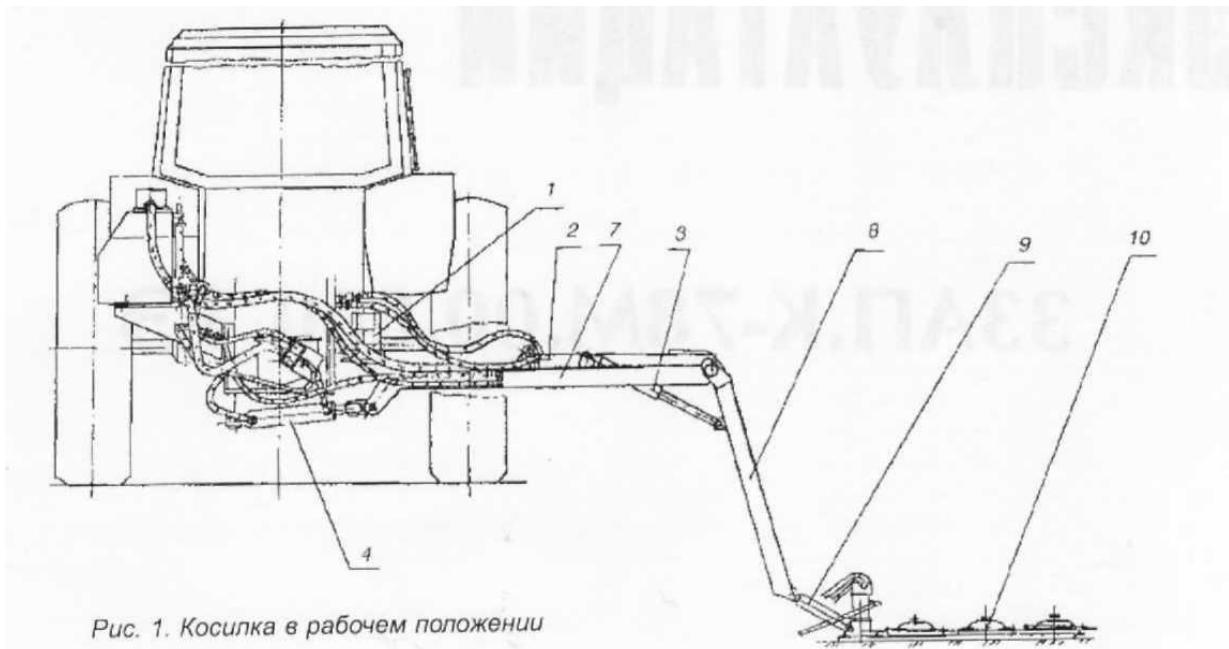

Рис. 1. Косилка в рабочем положении
3.1. Косилка в рабочем положении (рис. 1) состоит из следующих составных частей: рамы 1, гидроцилиндров 2, 3, 4, каркаса 5, поворотной рамы 6, стрелы 7, рукояти 8, звена уравновешивания 9, режущего аппарата 10, держателя 12 и гидросистемы (гидроприводов и РВД).